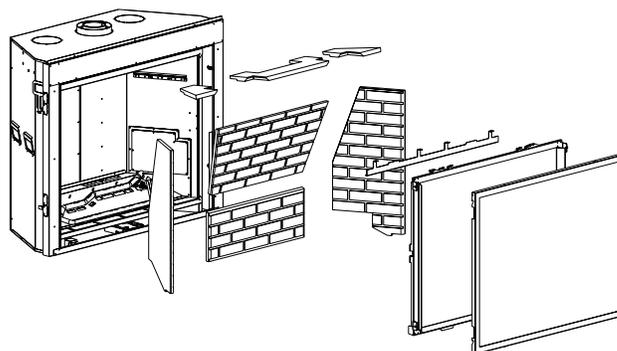

Figure 6
1. Démontez les éléments suivants : Voir Figure 6.
9. Remettre en place de vitre avec encadrement, l'écran de protection et les doublures retirées à l'étape 1, Figure 6.